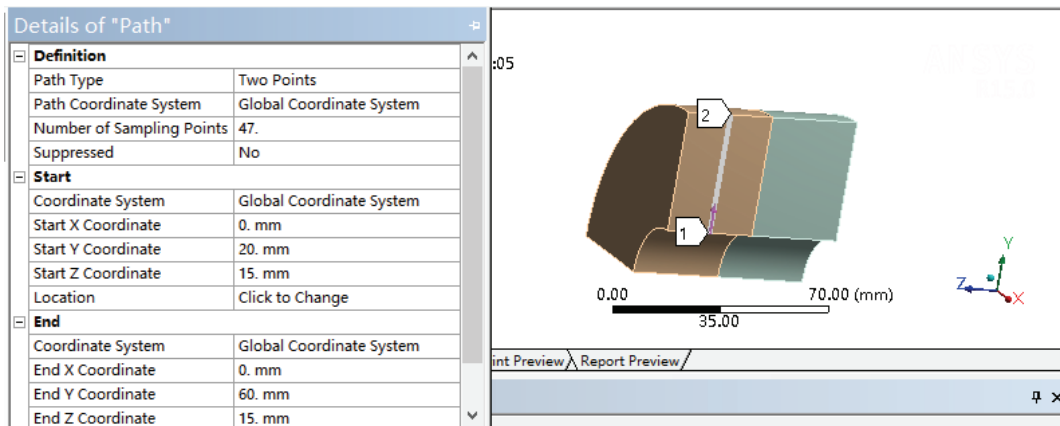

图 22-9 Path 对象设置
3) 选择 **Path** 对象, 在其细节窗口中设置如图 22-9 所示。